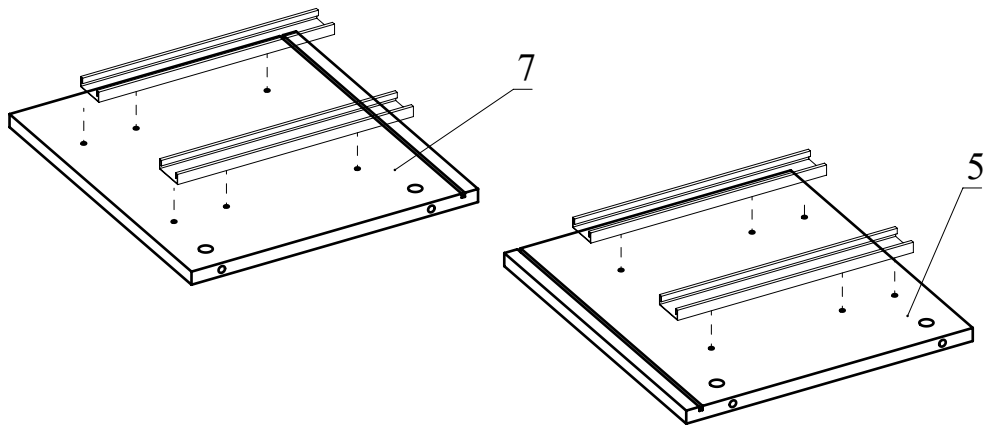

Рис.4
4. Отсоедините от основания телескопических направляющих внутренние планки, отогнув пластиковый рычажок фиксатора (Рис. 3). Основания телескопических направляющих закрепите на деталях 5, 7 винтами М5х8 (Рис. 4). Приложите телескопическую часть отверстиями к отверстиям на боковине тумбы так, чтобы они были отцентрованы относительно друг друга. Вкрутите винты М5х8 с помощью **шуруповерта**, приложив немного усилий. **Внимание:** винт М5х8 должен заходить с натягом для максимально плотной фиксации телескопических направляющих.